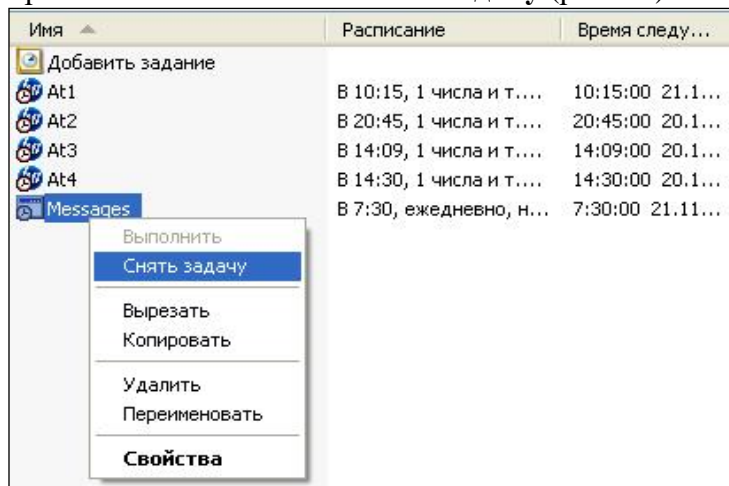

Рис. 41.
1) Открыть окно **Назначенные задания**. Выбрать задание с именем **StartTrigger.exe**. Правой кнопкой мыши раскройте меню и нажмите **Снять задачу** (рис. 41).